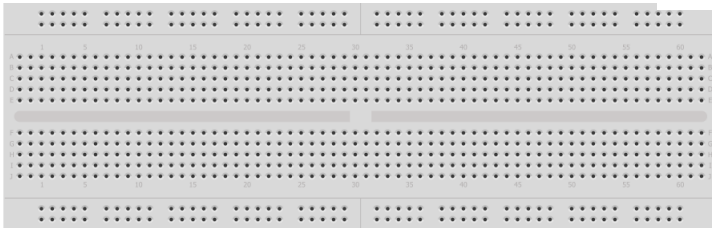

Figura 1: *Protoboard*.
1. Desenhe na Figura 1 a ligação das trilhas do *protoboard*.